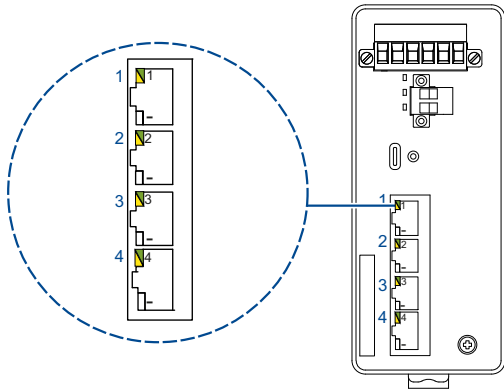

Abb. 2: Position der LED-Anzeigeelemente bei Gerätevarianten mit 4 × RJ45-Buchsen
- Die Position der LED-Anzeigeelemente bei Gerätevarianten mit 4 × RJ45-Buchsen entnehmen Sie der Abbildung 2.